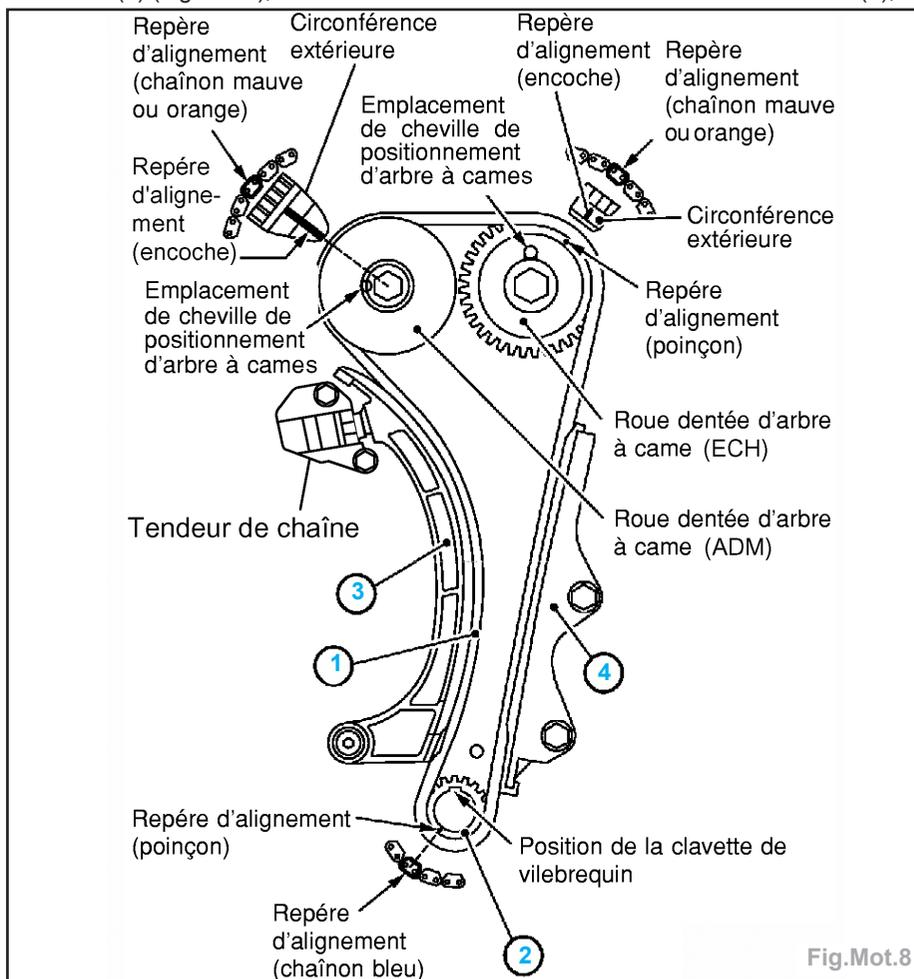
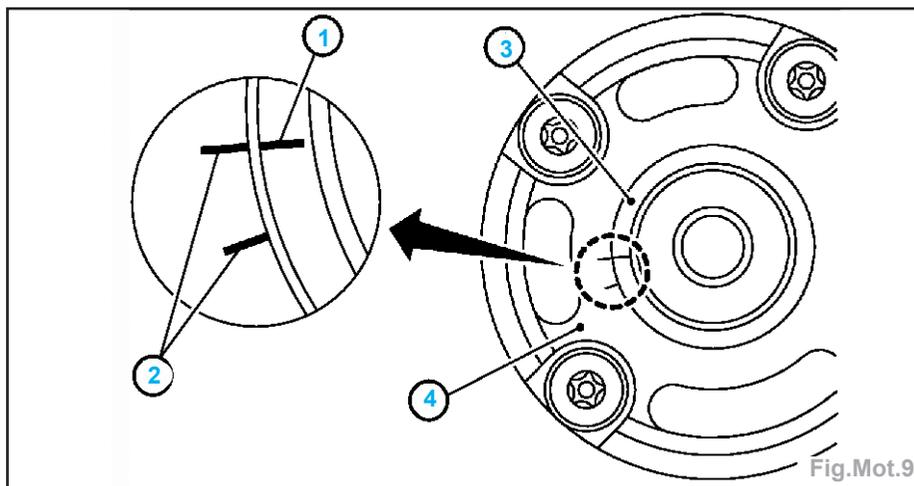

Fig.Mot.8
Fig.Mot.9
- Reposer la chaîne de distribution (1) et la roue crantée du vilebrequin (2) (Fig. Mot.8).
- Reposer le guide de relâchement de la chaîne de distribution (3) et le guide de tension (4).
- veiller à ce que le repère le plus avancé (1) de la commande de réglage des soupapes d'admission (3) corresponde au repère d'alignement (2) de la roue dentée (4) (Fig.Mot.9),